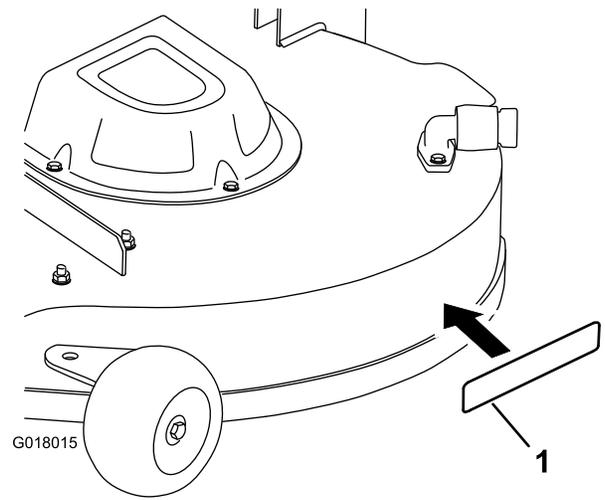

Figura 4
12. Instale la pegatina en la zona indicada en Figura 4.
- Separe la pegatina del soporte y colóquela en su lugar (Figura 4).